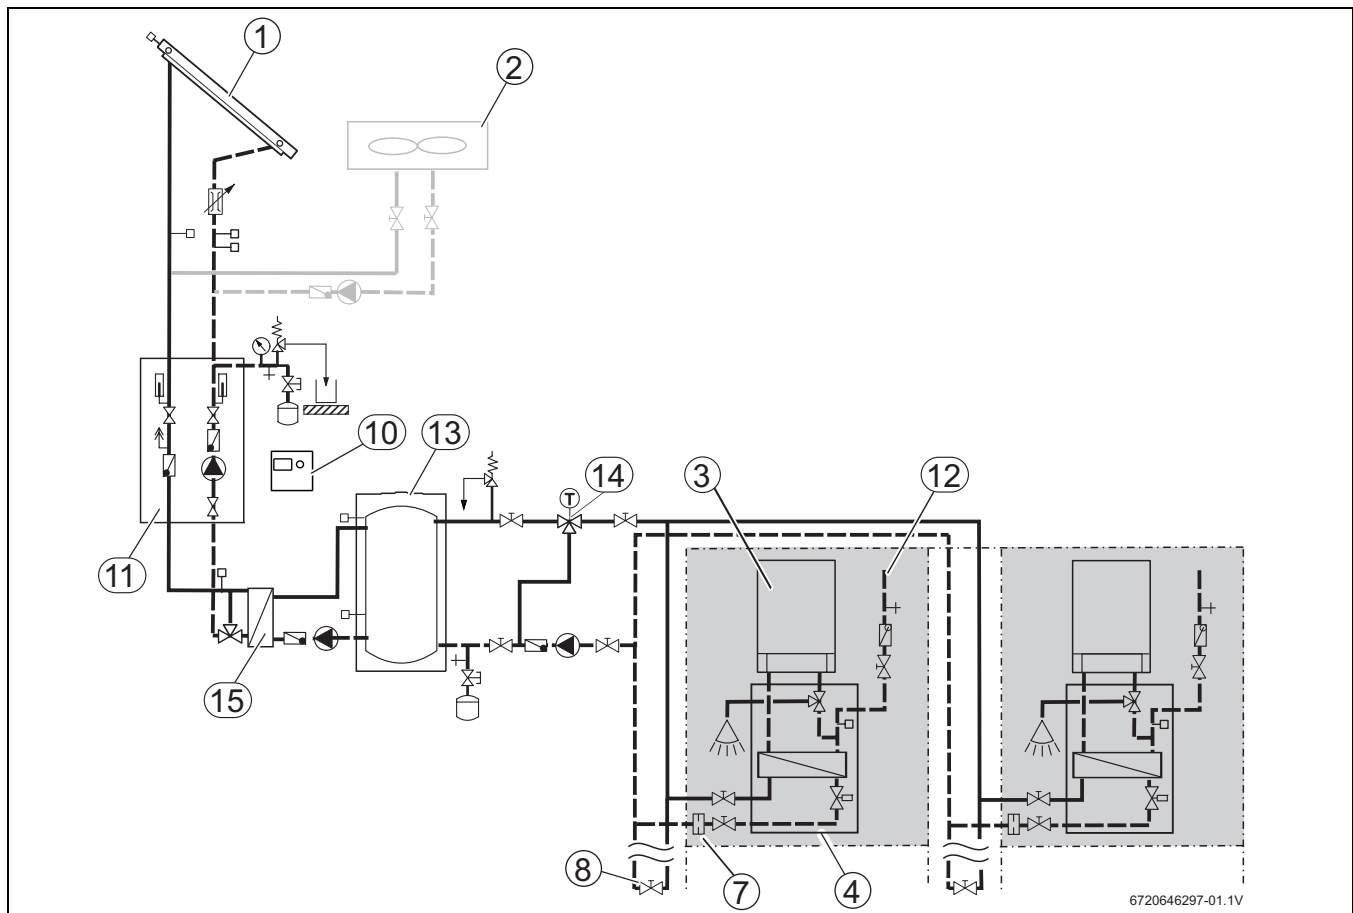

Bild 1
- ▶ Komponenten entsprechend der Systembeschreibungen (→ Bild 1 und 1) und Planungsunterlage einbauen.
- ▶ **Spanien:** Entsprechend der CTE kann ein Notkühler bauseits installiert werden, um die überschüssige Energie abzuführen (→ Bild 1 und 1).
- ▶ Hinter jeder Pumpe eine Schwerkraftbremse montieren, um Fehlzirkulationen zu vermeiden (→ Bild 1).